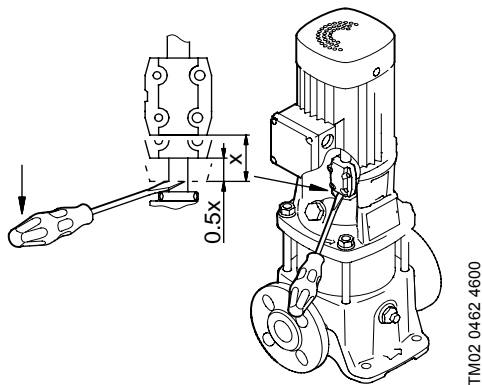

Рис.2
8. Вставить отвертку соответствующего размера между нижней частью муфты и уплотнением вала и как рычагом поднять вал/муфту до упора, смотрите Рис.2.
9. Опустить вал/муфту на 1/2 высоты, на которую он был поднят (или она была поднята), смотрите Рис.2.